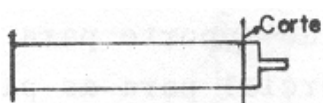

Fig. 11
g) Construção da fonte de luz: corte a parte inferior (ponta) da seringa de plástico, conforme a Fig. 11.